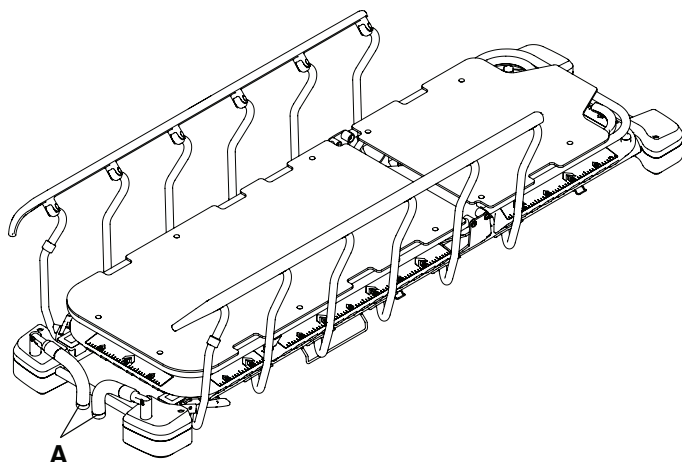

図 10- 足側端部のプッシュハンドルを格納する
4. 足側端部のプッシュハンドル (A) を格納するには、手順を逆に行います (図 10)。